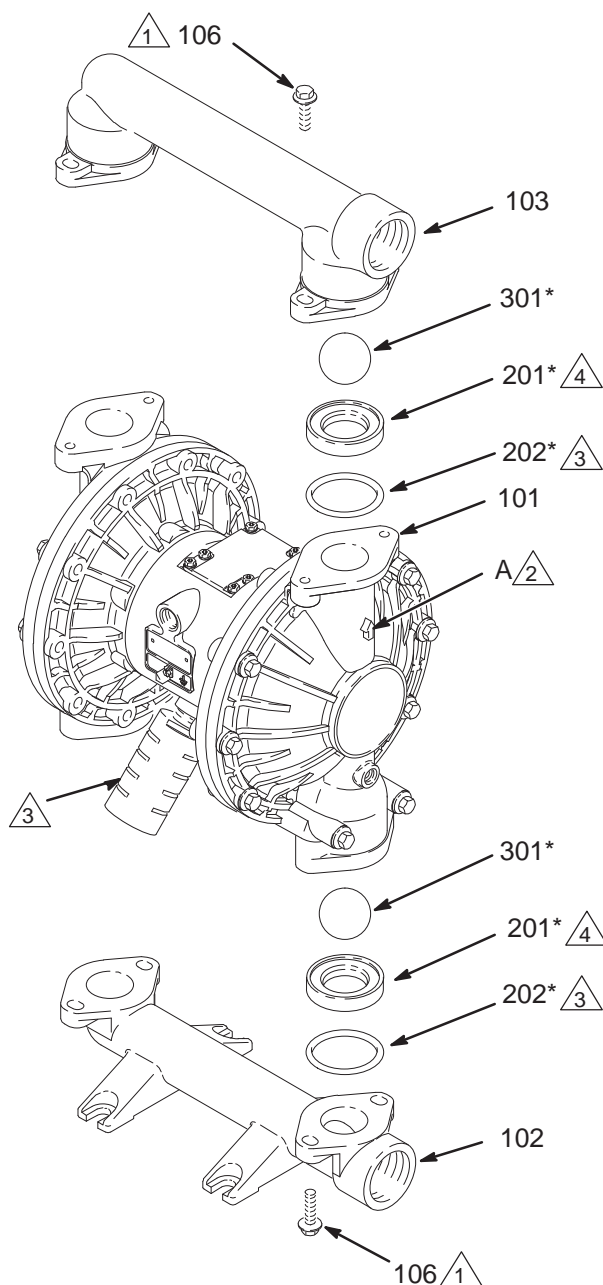

Рис. 10
3. С помощью торцевого ключа на 13 мм снимите четыре винта (106) крепления выпускного коллектора (103) к крышкам жидкостной секции (101). См. Рис. 10.
4. Извлеките уплотнительные кольца (202, *не используются в некоторых моделях*), седла (201) и шары (301) из коллектора.
5. Переверните насос и снимите впускной коллектор (102). Извлеките уплотнительные кольца (202, *не используются в некоторых моделях*), седла (201) и шарики (301) из крышек секции жидкости (101).
2. Соберите в обратном порядке, учитывая все примечания на Рис. 10. Убедитесь в том, что шаровые обратные клапаны собраны **в точности**, как показано на рисунках. Стрелки (A) на крышках (101) жидкостной секции **должны** указывать в направлении выпускного коллектора (103).